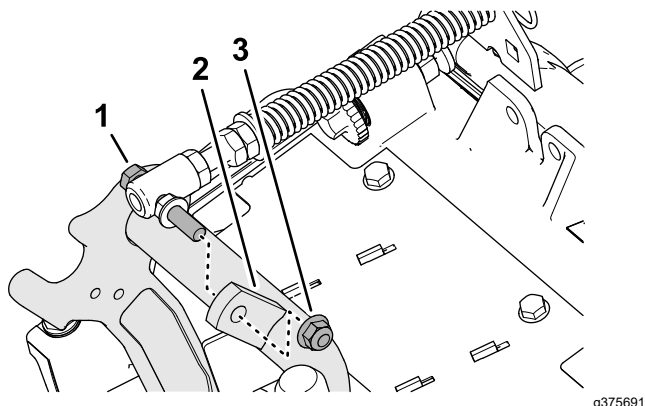

Рисунок 9
3. Отверните фланцевую контргайку ($\frac{3}{8}$ дюйма), которая крепит колпачковый винт пружины компенсации состояния грунта к правому выступу несущей рамы, и снимите пружину компенсации с режущего блока (Рисунок 9).